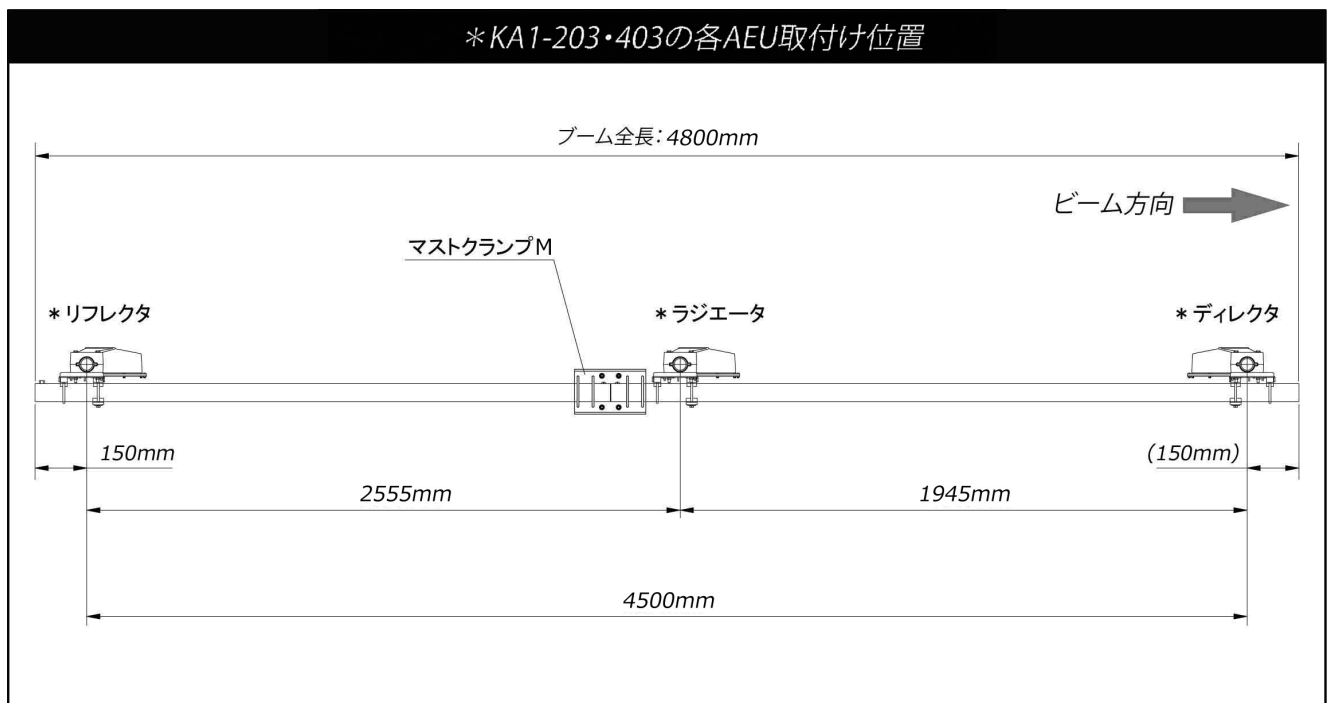

図3
[図3参照]
- ・「図3」に明記されているAEU取付け位置寸法値は、ブーム5mの両端（ブームトップを除く）を基準にして指示されています。